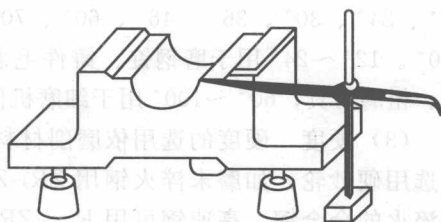

图 1-25 立体划线
- ② 立体划线。在毛坯(或工件)的几个表面进行划线,称立体划线,如图 1-25 所示。